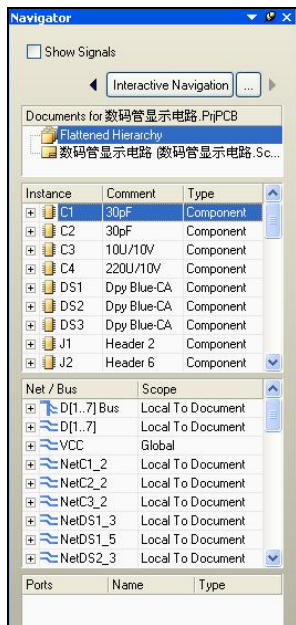

图 7-24 Navigator 面板
(3) 对于已经编译过的原理图文件, 用户还可以使用 Navigator 面板选取其中的对象进行编辑, 如图 7-24 所示, 是一个原理图文件的 Navigator 面板。